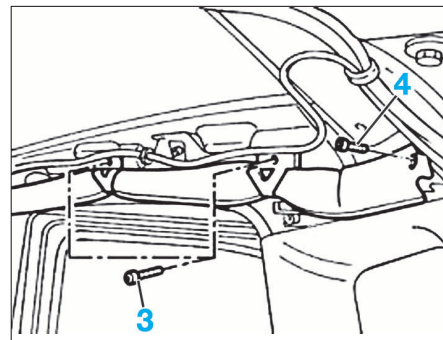

FIG. 15
• A l'arrière du véhicule, déposer les vis de fixation (3) et (4) (Fig.15).